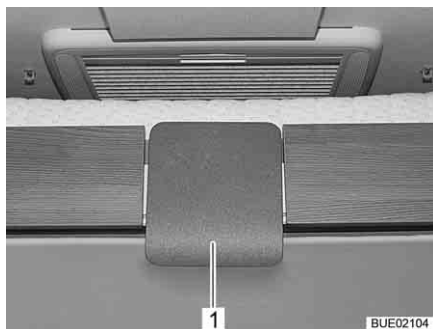

Fig. 129 Piastra di sblocco sul letto basculante
- Letto basculante con incastro: Tirare sotto sulla piastra di sblocco (Fig. 129,1) e tirare verso il basso il letto basculante fino all'arresto.